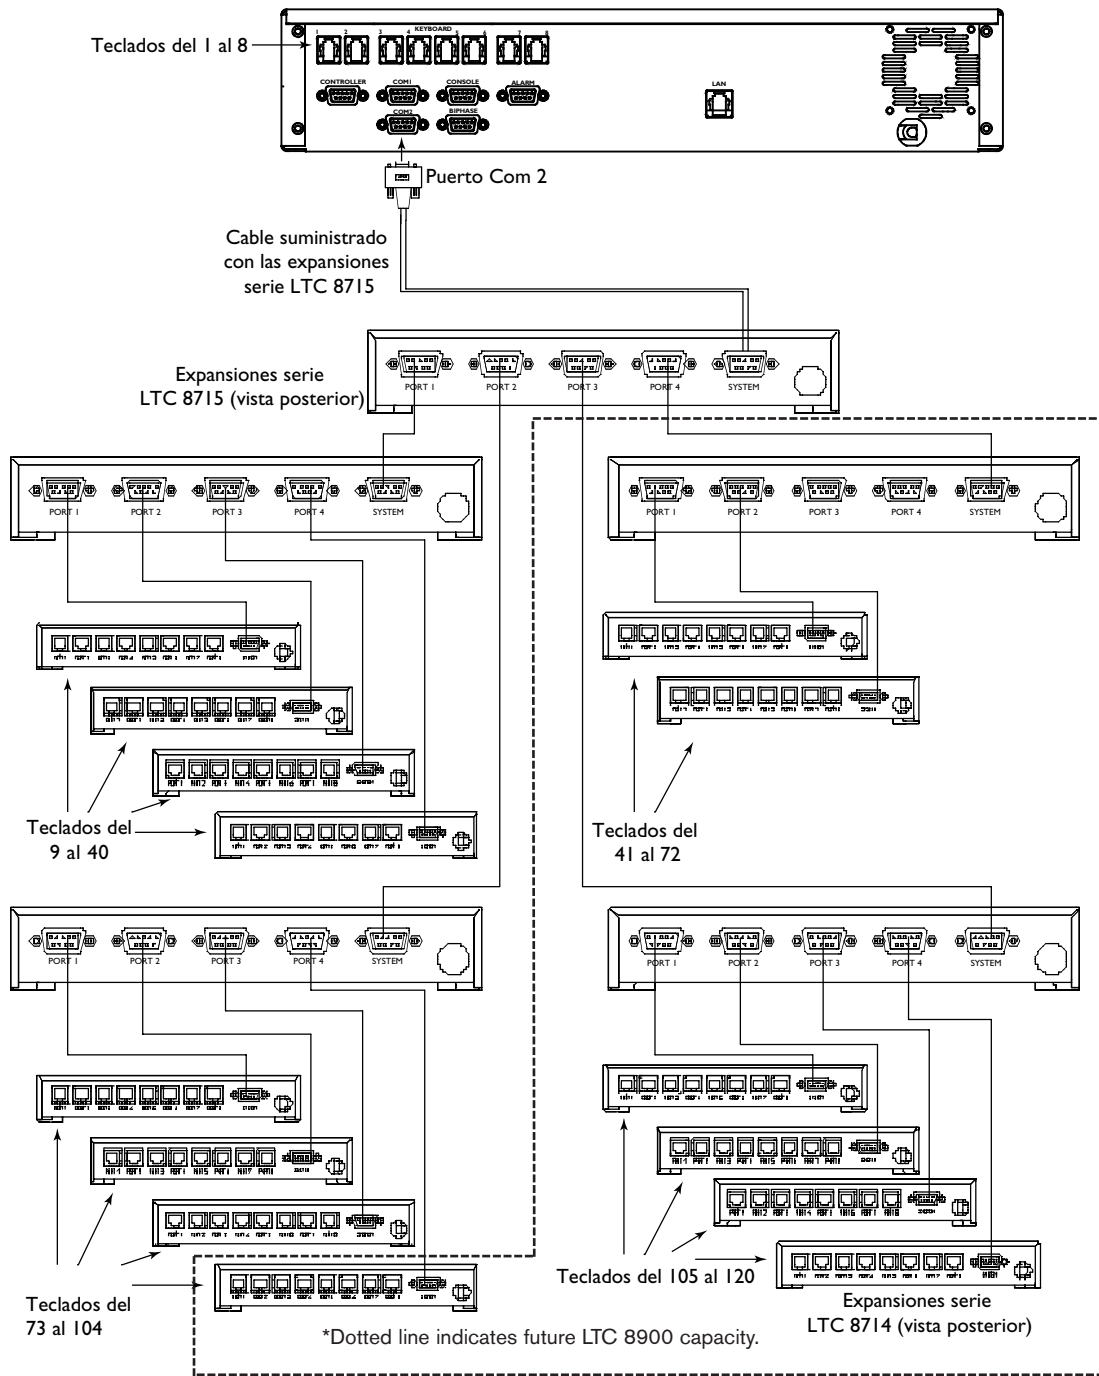

Figura 11 Instalación típica para más de 32 teclados remotos
4. Utilizando el cable que se incluye con la unidad LTC 8715, conecte el puerto SYSTEM (sistema) de la serie LTC 8715 al puerto COMM2 de la base principal de la serie Allegiant. Con esta configuración pueden conectarse hasta 32 teclados remotos utilizando cuatro unidades LTC 8714 y una LTC 8715. Para realizar una expansión de más de 32 teclados, puede utilizarse otra hilera de unidades LTC 8715. Consulte la FIGURA 11.